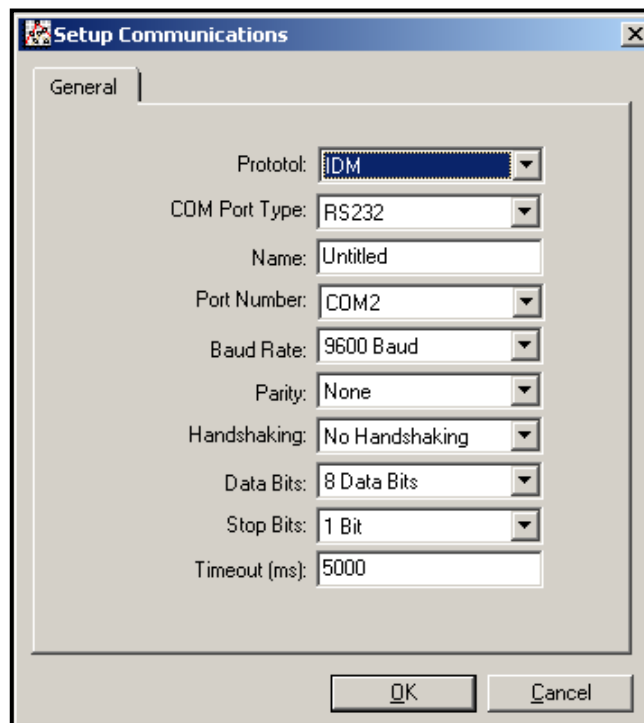

Figura 33: Tela Setup Communications (Configurar comunicação)
5. Clique na opção *Communications Port* (Porta de comunicação) para selecioná-la. A tela *Setup Communications* (Configurar comunicação) é exibida de forma semelhante à *Figura 33* abaixo.